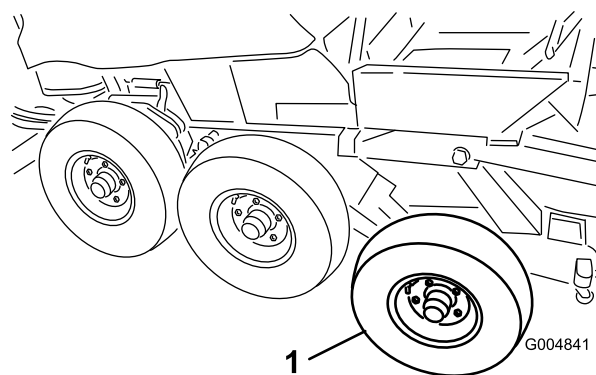

Figura 119
45. Rimuovete lo pneumatico anteriore e centrale dal gruppo invernale (Figura 119).